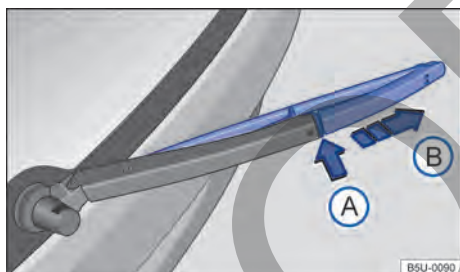

Fig. 161 Sustituir la escobilla del limpiaventana.
- Mantener presionada la tecla de desbloqueo → **fig. 161** ⓘ.